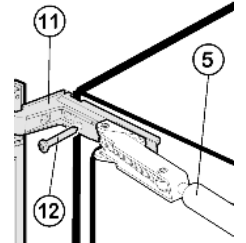

Fig. 15
- ▶ Plier l'amortisseur Fig. 15 (5) de fermeture de telle manière que la vis Fig. 15 (12) puisse y être insérée. Serrer la vis avec un couple de serrage de 4 Nm.